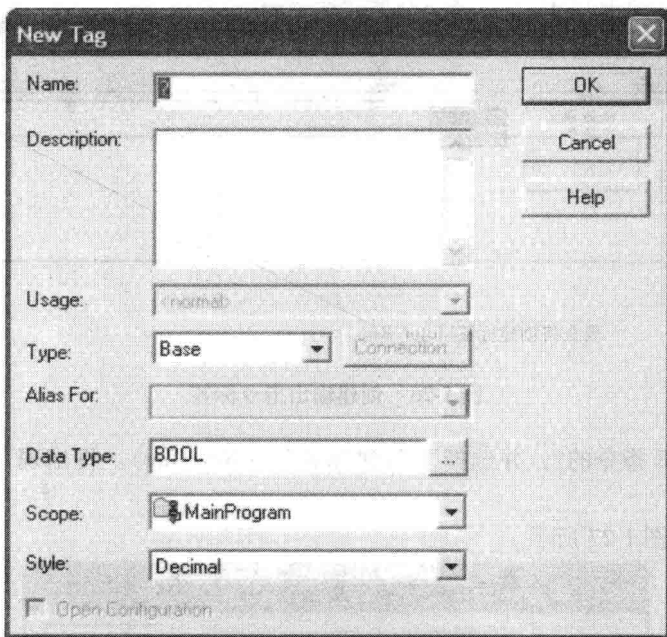

图 1-24 创建标签对话框
5. 右键单击 XIO 指令的?, 并选择“新建标签”(New Tag)。将再次出现“新建标签”(New Tag) 窗口, 图 1-24 所示。